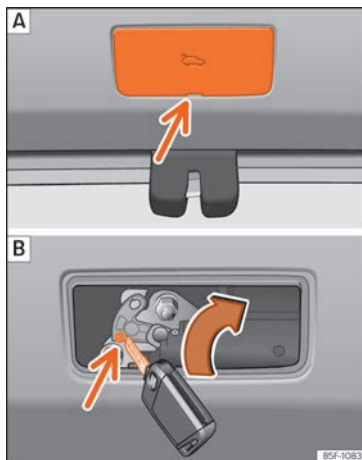

Fig. 10 Detalle del maletero: acceso al desbloqueo de emergencia.
- Retire la tapa insertando un destornillador en la ranura » » » fig. 10 A.
- Introduzca la llave en el orificio previsto y gírela en el sentido de la flecha hasta liberar el pestillo » » » fig. 10 B.